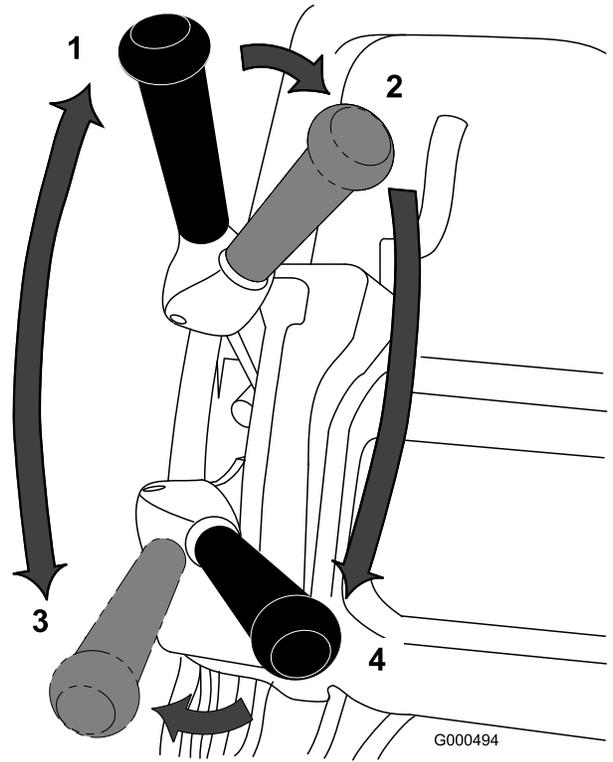

图23
1. 启动发动机，将油门设置为低速，向下推动手柄以提起滚刀组，将牵引杆移至“已接合”位置，使剪草机行驶到果岭的环圈上（图23）。
2. 将牵引杆移至“分离”位置，然后接合滚刀驱动杆（图23）。
3. 将牵引杆移至“接合”位置，增加油门速度直至剪草机按照所需的地面行驶速度移动，将剪草机推到果岭区，放下剪草机的前端，然后开始剪草（图23）。